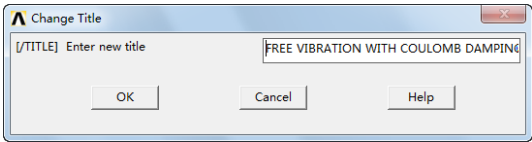

图 12-4 定义工作标题
①定义工作标题：Utility Menu > File > Change Title，弹出“Change Title”对话框，输入“FREE VIBRATION WITH COULOMB DAMPING”，如图 12-4 所示，然后单击“OK”按钮。